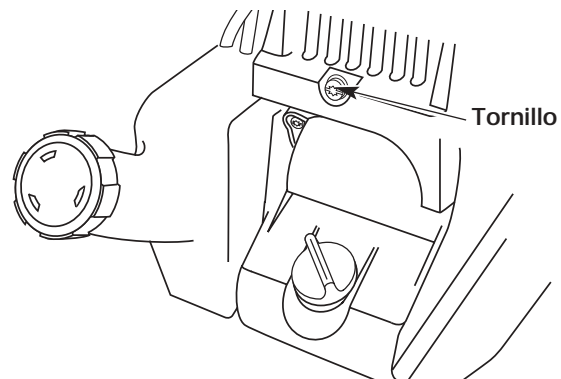

Fig. 25
2. Saque el tornillo que está detrás de la cubierta del motor (Fig. 25).